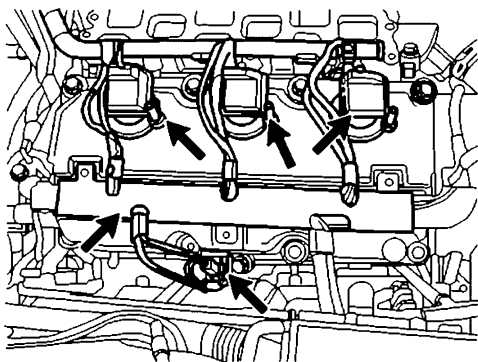

图 16-30 安装发动机线束绝缘套
- 19) 如图 16-30 所示, 安装好发动机线束绝缘套。